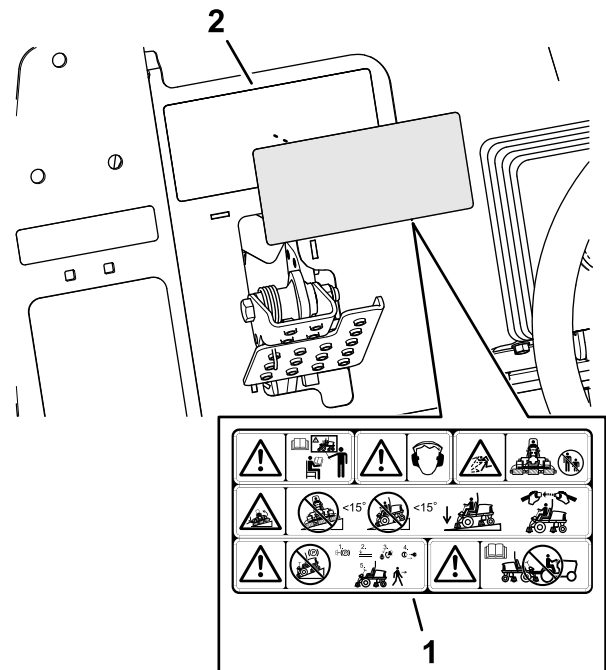

Figura 39
- Utilice alcohol y un trapo limpio para limpiar la superficie de la pegatina de advertencia 133-2930 y deje que la pegatina se seque (Figura 39).